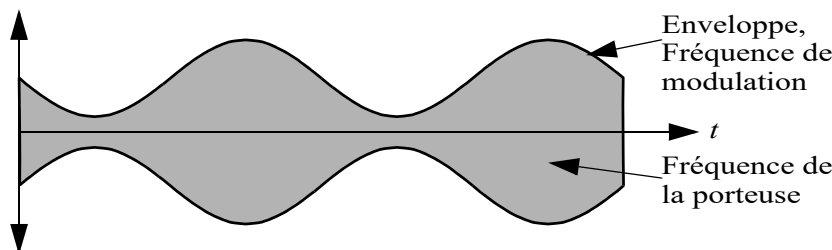

Figure 2.59 Signal modulé en AM à 80% approximativement.
- 2.59 * Dans le cas d'une modulation en AM (Modulation d'Amplitude), l'enveloppe du signal modulé reproduit la fréquence de modulation. Voir la **Figure 2.59** ci-dessous.
La réponse a) est donc correcte. b) CW (A1A) donnerait lieu à un signal tout ou rien ; c) AM (A3E) serait le cas de la **Figure 2.59** ou celle de la question 2.60 du questionnaire de l'OFCOM, et d) FM (F3E) est représenté à la **Figure 9.5** page 113.